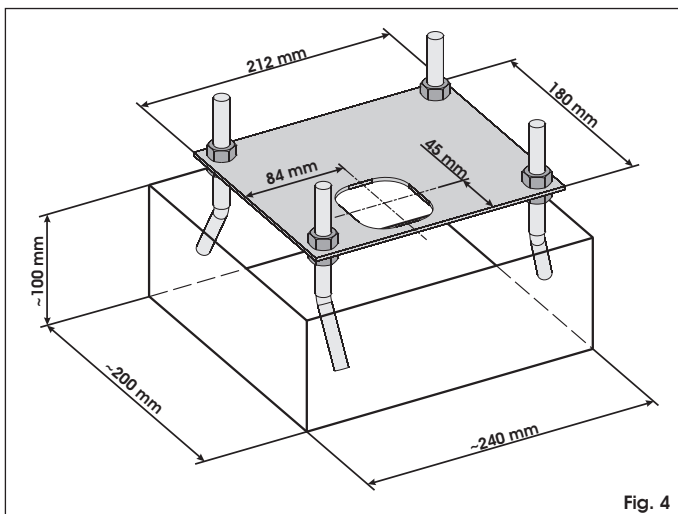
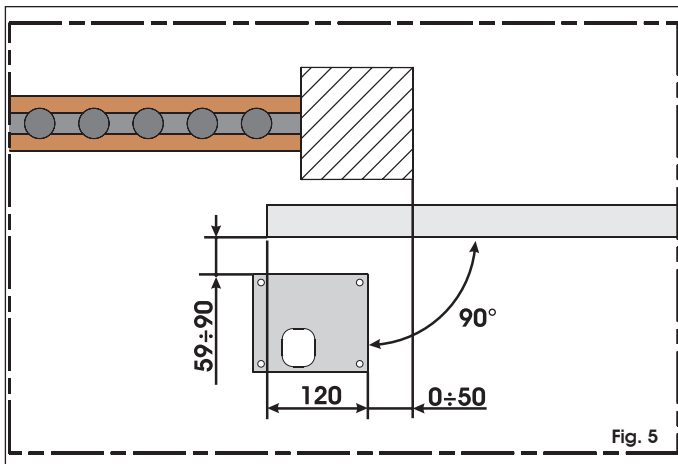
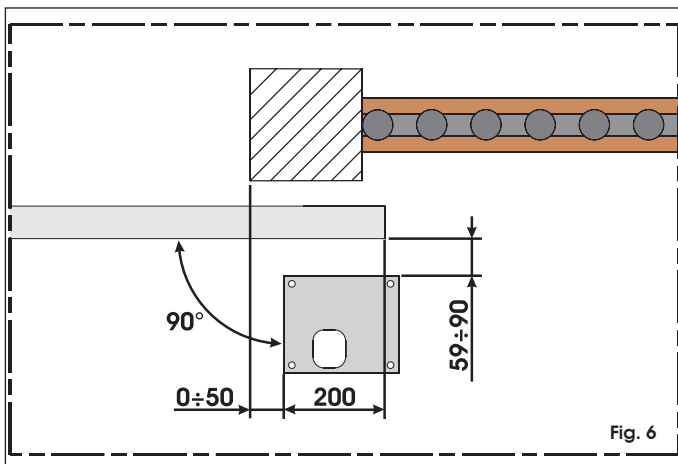

Fig. 4
Fig. 5
Fig. 6
2. Realice una excavación para colocar la placa de cimentación como se indica en la fig. 4. La placa de cimentación debe colocarse como se muestra en la fig. 5 (cierre derecho) o fig. 6 (cierre izquierdo) para garantizar el correcto engranaje entre el piñón y la cremallera.
2) El operador se entrega preparado para una instalación que prevé, vista desde el interior, el cierre de la cancela a la derecha del operador (fig. 5). En caso de cierre a la izquierda hay que invertir la conexión de los cables conectados en los bornes del motor.